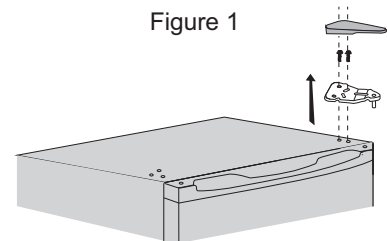

Figure 2
- 2 Retirez la charnière supérieure et le couvercle de la charnière situés sur le côté droit du réfrigérateur comme illustré dans Figure 2.